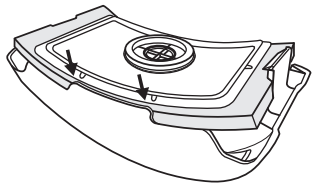

Fig. 7c
3. Coloque el filtro con el empaque alrededor del filtro en la cubierta para filtro (Fig. 7c). Con cuidado apriete el empaque alrededor del filtro entre la parte superior de la cubierta para filtro y el ensamblaje del filtro.